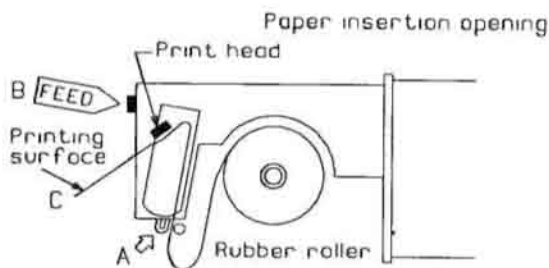

FIGURE 2
3. Осторожно введите бумагу лицевой стороной вниз в просвет для ввода бумаги (А) (Рис. 2). Нажимайте на клавишу В подачи бумаги до тех пор, пока последняя не выйдет из печатающей головки С.